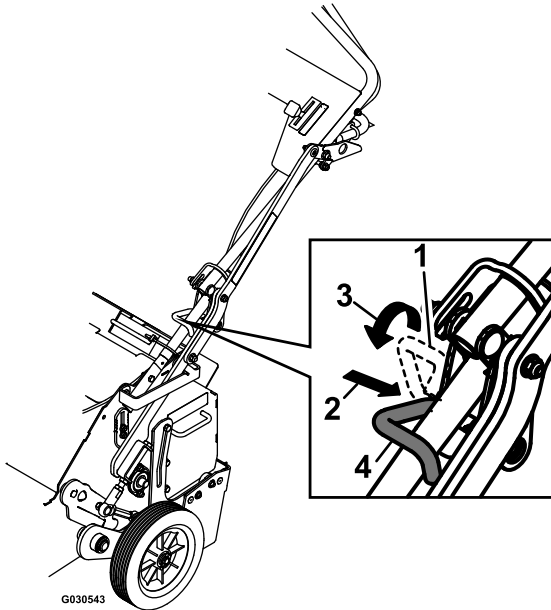

Figure 4
**Remarque:** Vérifiez que la goupille de verrouillage de transport est en position verrouillée (Figure 4).
**Remarque:** Vérifiez que la goupille de verrouillage de transport est engagée quand vous transportez la machine (voir Figure 4).